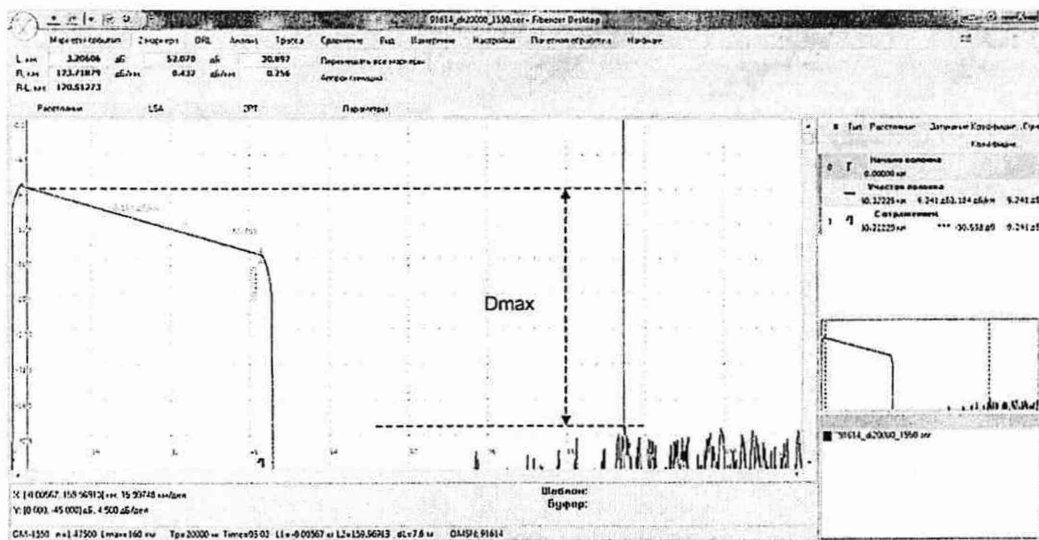

Рисунок 11
3) Запустить рефлектометр на измерение в режиме с усреднением, нажав кнопку **[Запуск]**. После окончания измерения перейти в закладку **2 маркера** установить левый маркер за пределами мертвой зоны в начале линейно спадающего участка рефлектограммы, а правый - на точку, в которой шумовой сигнал за пределами рефлектограммы во второй половине экрана принимает наибольшее значение (см. рисунок 11). При этом следует использовать растяжку рефлектограммы по шкале затухания и шкале расстояний.
где D_{\max} - разность между уровнем сигнала, рассеянного от ближнего к рефлектометру конца измеряемого ОВ, и максимальным уровнем шума, дБ (см. рисунок 11);